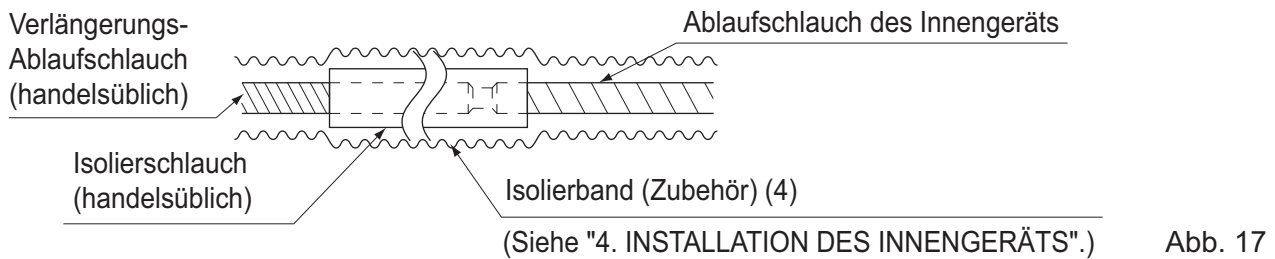

Abb. 17
- Bei Verlängerung des Ablaufschlauches verwenden Sie handelsübliche Ablaufschläuche und denken Sie daran, die Verlängerung des Ablaufschlauchs im Innengerät zu isolieren. **(Siehe Abb. 17)**